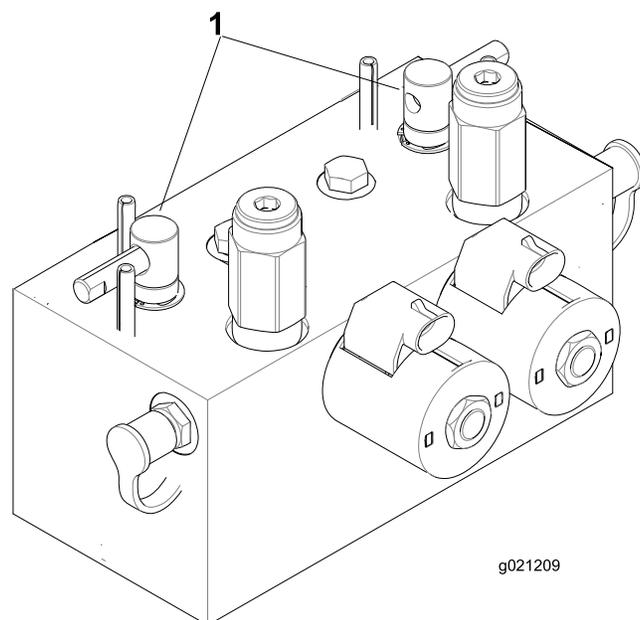

Figura 106
- Sbloccate il sedile ed alzate per esporre le leve di lappatura (Figura 106).
- Selezionate le leve di lappatura anteriore, posteriore o entrambe per stabilire gli elementi da lappare (Figura 106).